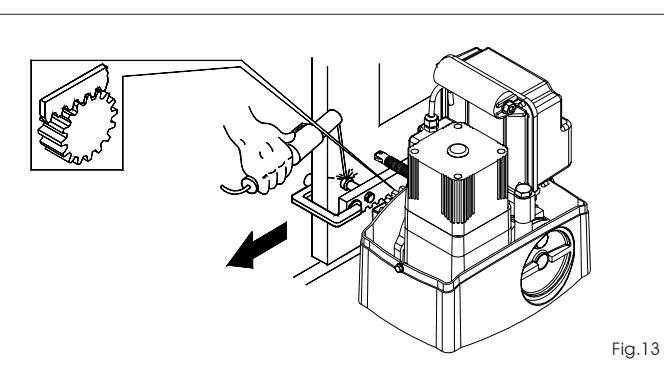

Fig.13
- 3) Apoye sobre el piñón la primera pieza de cremallera a nivel y suelde el trinque roscado en la cancela como se indica en la Fig. 13.